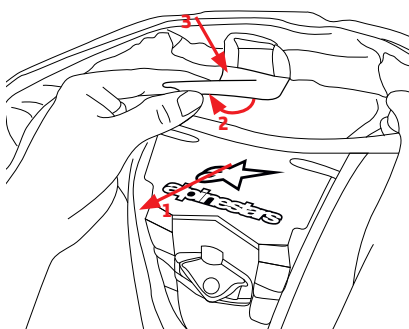
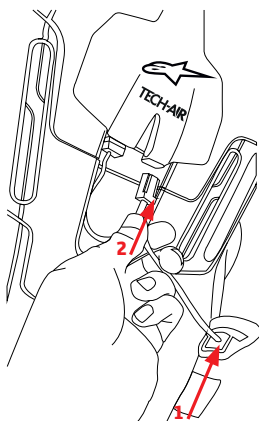

Figure 6
Figure 7
3. Plier le deuxième rabat velcro (12) puis fixer le col velcro sur le gilet compatible (13) à ce nouveau rabat, en le centrant correctement (Figure 6).
4. Fixer le velcro inférieur et (15) le velcro des épaules supérieures (14) aux patchs correspondants dans la doublure de la combinaison sur les épaules gauche et droite.
5. Enlever la fiche de l'écran LCD de la pochette de rangement (17) puis la brancher dans la prise grise (5) (Figure 7).
6. Allumer le commutateur maître (8). Notez que le commutateur maître doit toujours rester sous tension sauf lors du transport ou du rangement.
8. Utiliser les fermetures éclair jaunes sur la combinaison (10) et le gilet compatible (1) pour fermer le gilet dans la combinaison.